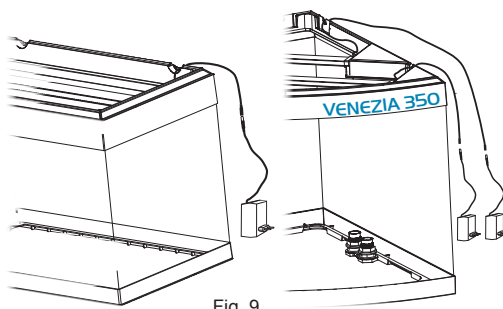

Fig. 9
2. Raccorder l'appareil d'éclairage au pilote pour DEL avec son raccord. La figure 9 (Fig. 9) montre également le raccordement de deux unités d'éclairage sur le modèle d'aquarium Venezia 350. N'utilisez que les pilotes fournis pour ces rampes d'éclairage.